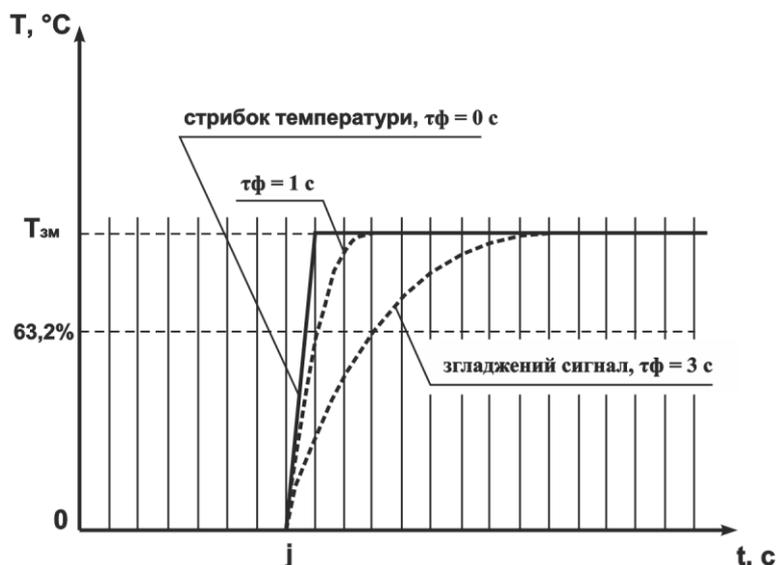

Рисунок 4
2.2.6.2 Цифровий фільтр усуває шумові складові сигналу, здійснюючи його експоненціальне згладжування. Основною характеристикою експоненціального фільтру є « $\tau\Phi$ » - постійна часу цифрового фільтру, параметр F_{ft} - інтервал, протягом якого температура досягне 63,2% виміряного значення «Тизм» (рис. 4).